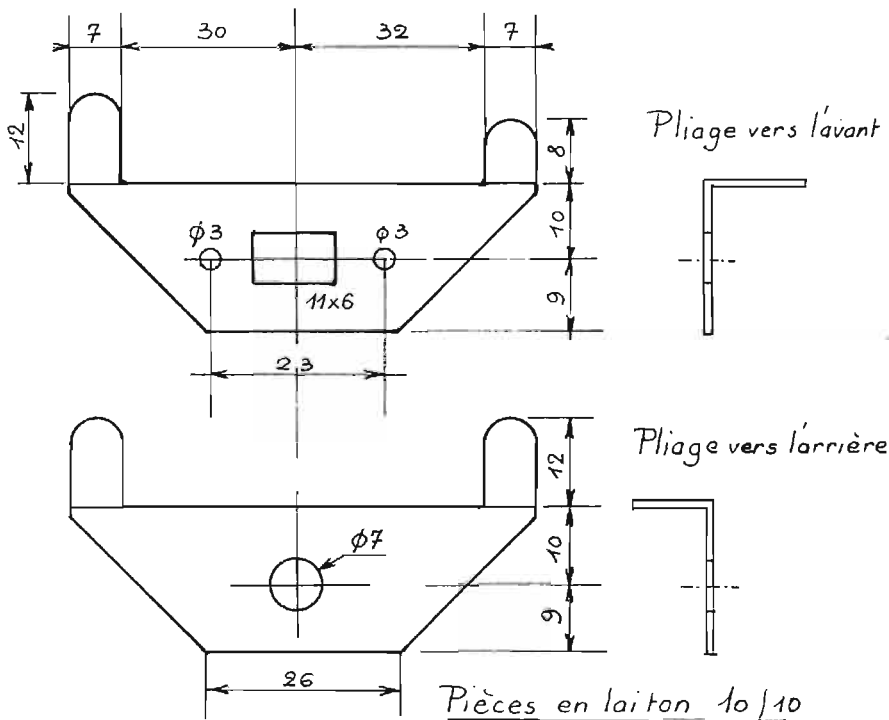

Fig. 22. — Equerres de fixation du C.I. codeur.
a) **Equerres de fixation** (Fig. 22).